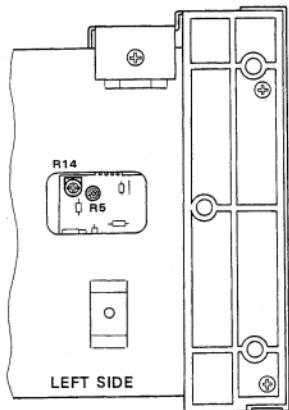

Fig. 4-11
8. Set the Pitch Control to its center position, play the middle portion of the test tape and adjust semi-fixed resistor R14 on the Pitch Control Switch Assembly (Fig. 4-11) until the frequency counter reads  $3000\text{ Hz} \pm 5\text{ Hz}$ .
11. Play the test tape and adjust semi-fixed resistor R5 on the Pitch Control Switch Assembly (Fig. 4-11), until the counter reads  $3000\text{ Hz} \pm 5\text{ Hz}$ .
8. ピッチ・コントロールをセンターに合わせ、テスト・テープの中間部を再生し、周波数カウンタが  $3000\text{Hz} \pm 5\text{Hz}$  を示すようにピッチ・コントロール・スイッチ PCB の半固定抵抗 R14 (図4-11) を回して調整する。
11. テスト・テープを再生し、周波数カウンタが  $3000\text{Hz} \pm 5\text{Hz}$  を示す様にピッチ・コントロール・スイッチ PCB の半固定抵抗 R5 (図4-11) を回して調整する。